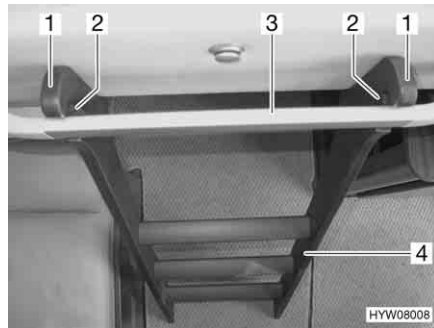

Fig. 95 Scaletta di accesso agganciata
- Agganciare la scaletta di accesso (Fig. 95,4) con le due staffe (Fig. 95,1) nella barra di presa (Fig. 95,3) al letto basculante. Durante l'agganciamento fare attenzione che i longheroni della scala vengano posizionati dietro ai due dispositivi di fissaggio (Fig. 95,2). Questo serve a impedire che la scaletta di accesso scivoli di lato.